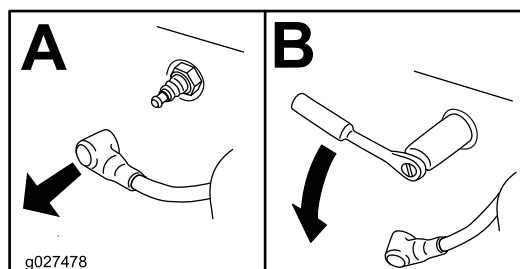

Figure 38
4. Déposez la bougie (Figure 38).